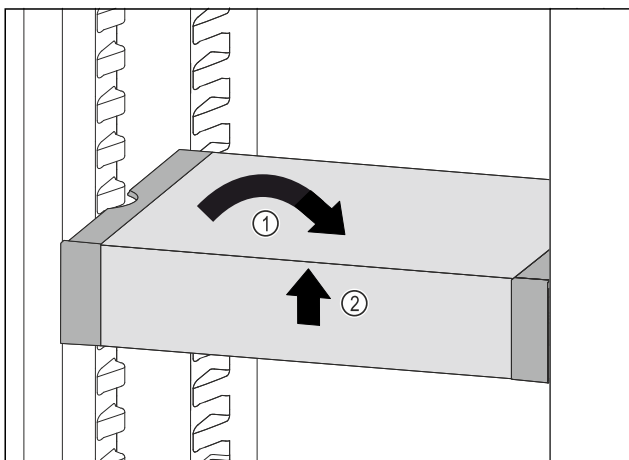

Fig. 77
- ▶ Вирівняти VarioSafe. Fig. 77 (1)
- ▶ Підняти VarioSafe спереду. Fig. 77 (2)